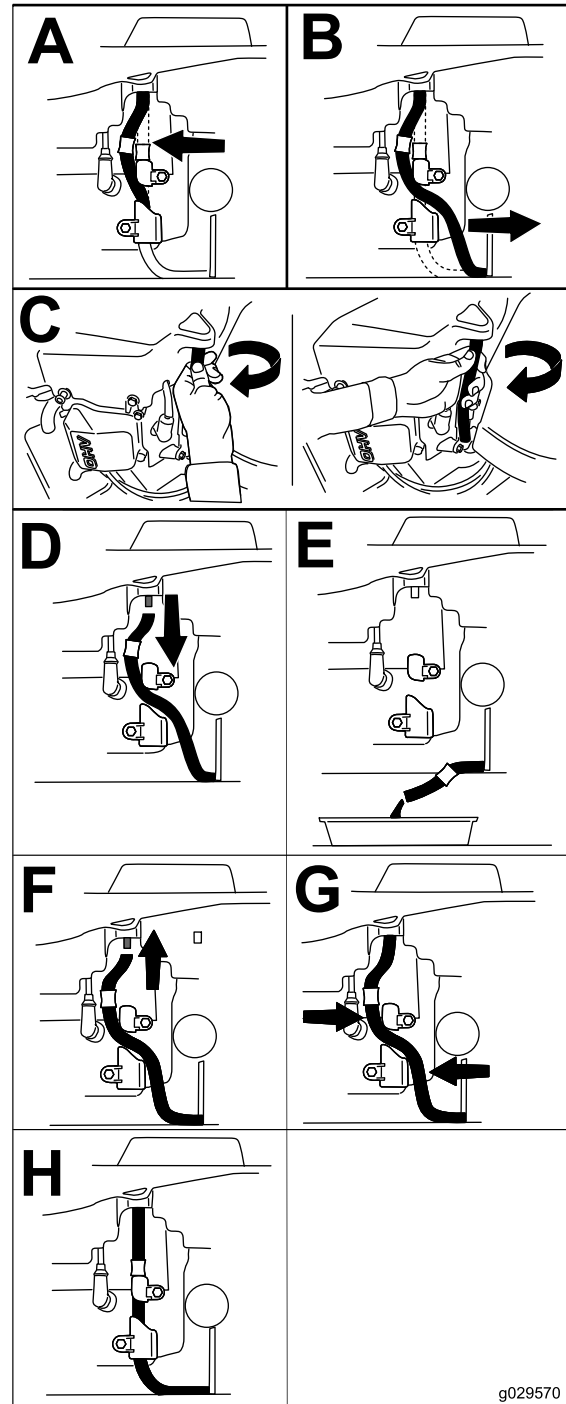

Figura 41
3. Drene el aceite del motor (Figura 41).